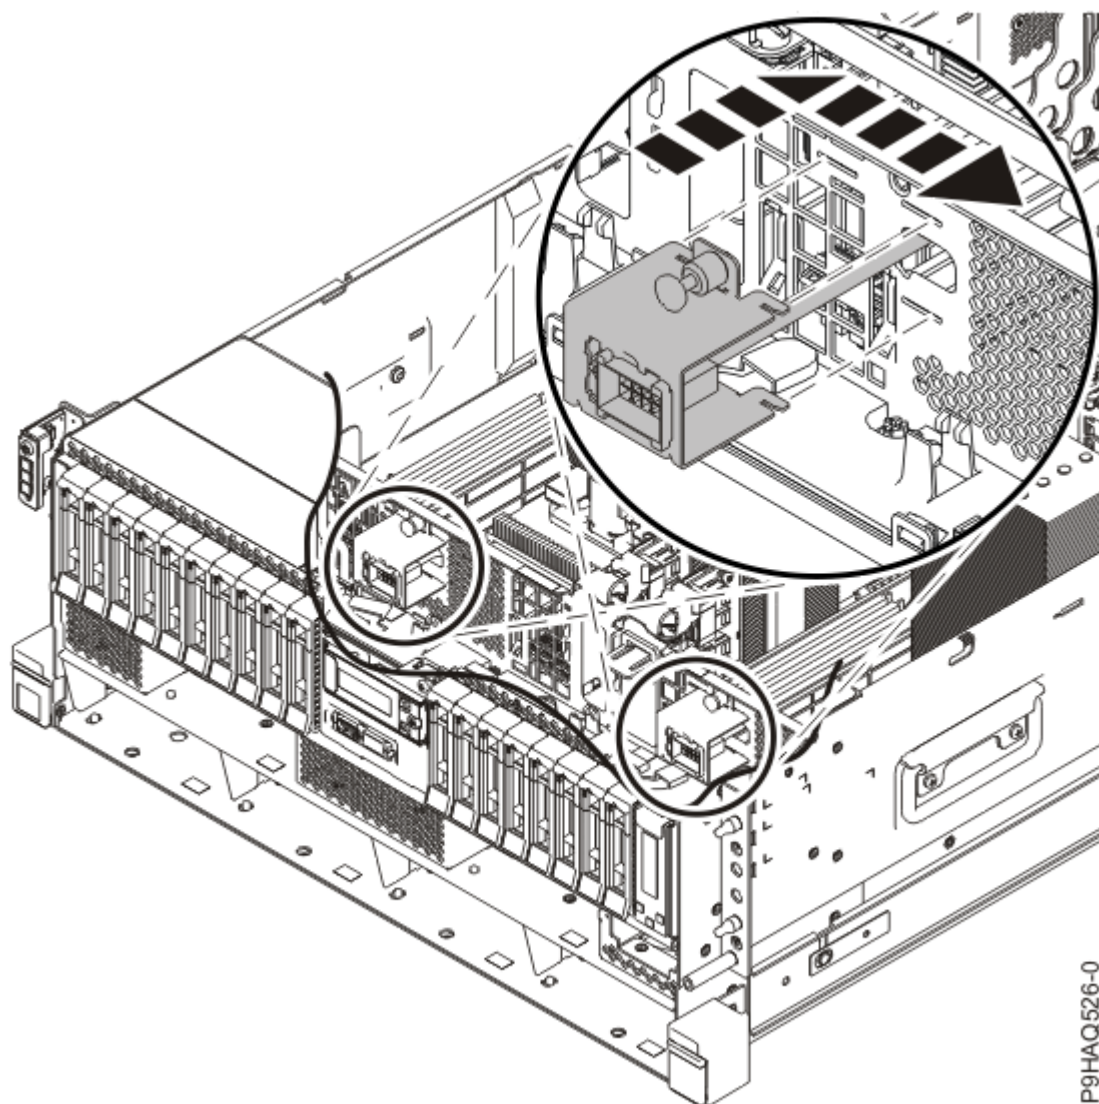
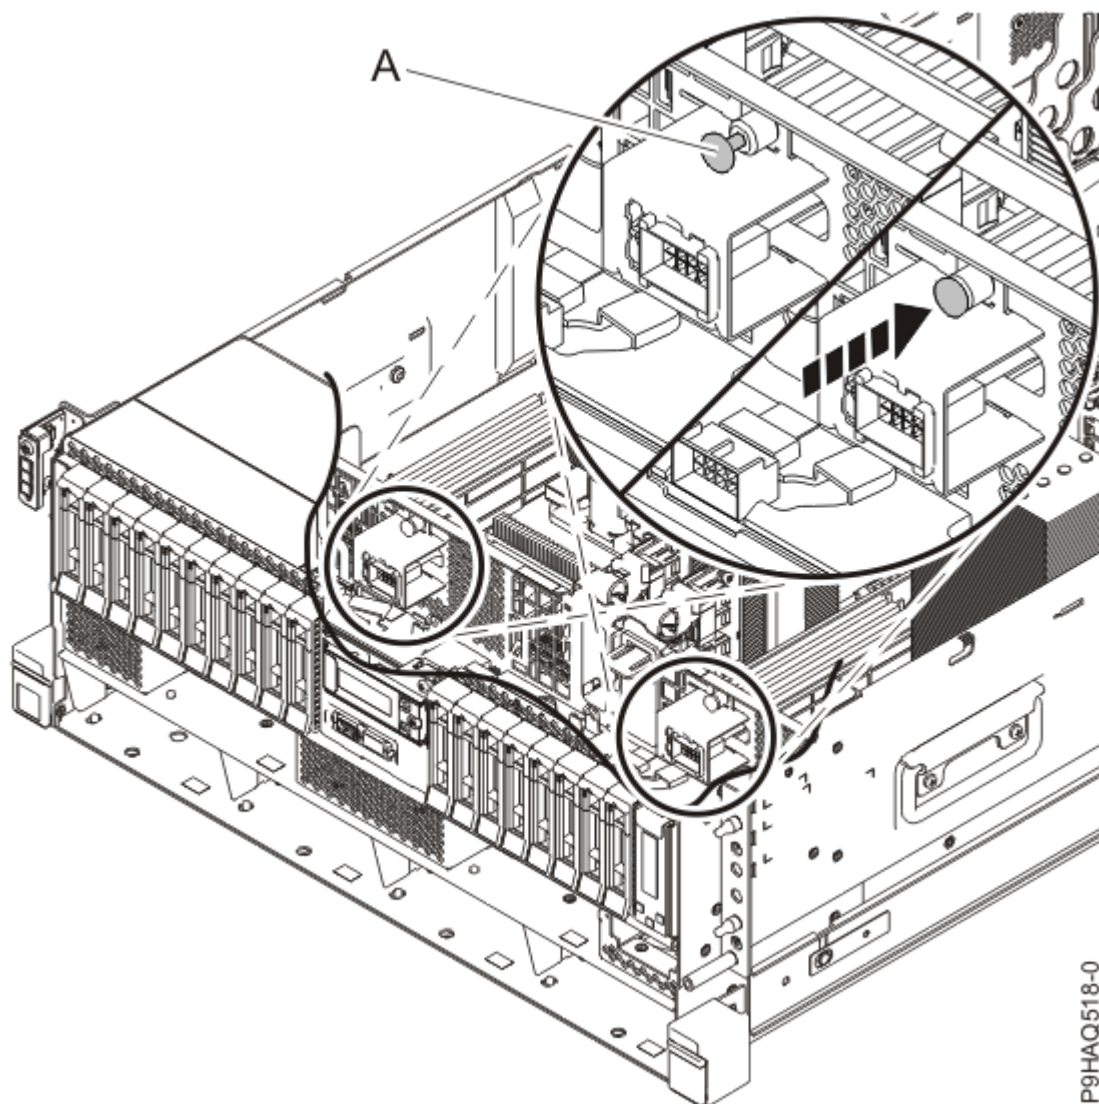

Figure 28. Remise en place du connecteur sur la cloison
Figure 29. Fixation du connecteur du ventilateur sur la cloison
3. Fixez le connecteur du ventilateur à la cloison comme illustré dans la Figure 28, à la page 34 et la Figure 29, à la page 35.